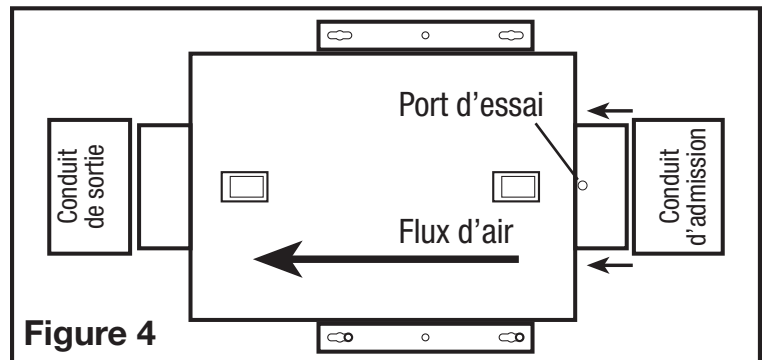

Figure 4
- Raccordez les conduits au collet du conduit du ventilateur (**Figure 4**). Scellez les conduits dans le boîtier à l'aide d'un ruban approprié. Utilisez des vis ou des pinces appropriées pour les fixer en place. Assurez-vous que l'entrée d'air frais est raccordée à un orifice d'admission correctement installé, qui est une hotte contre les intempéries avec un écran anti-insectes pour protéger l'entrée d'air. Il est recommandé d'utiliser des raccords d'extrémité à faible restriction.